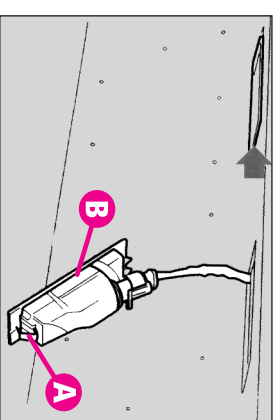

fig.46
-Îndepărtați unitatea de iluminare folosind o Surubelniță izolată(A-fig. 46).
-Scoateți unitatea (B-fig. 46).
-Puneți la loc întreaga unitate (B-fig. 46) asigurându-vă că s-a auzit clicul de fixare al clemei (A-fig.46).